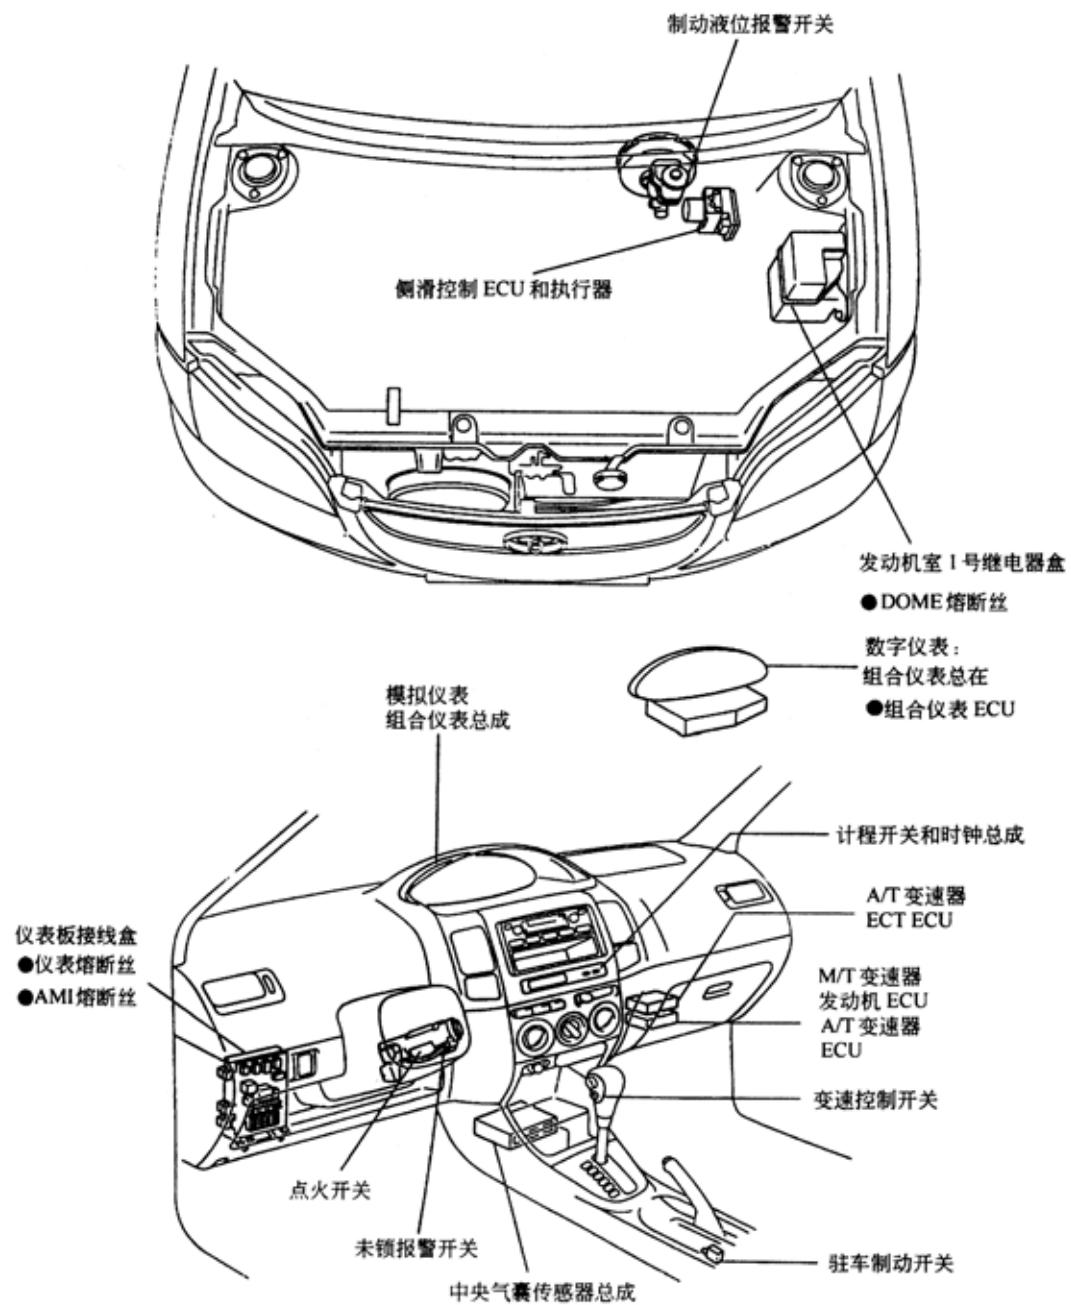
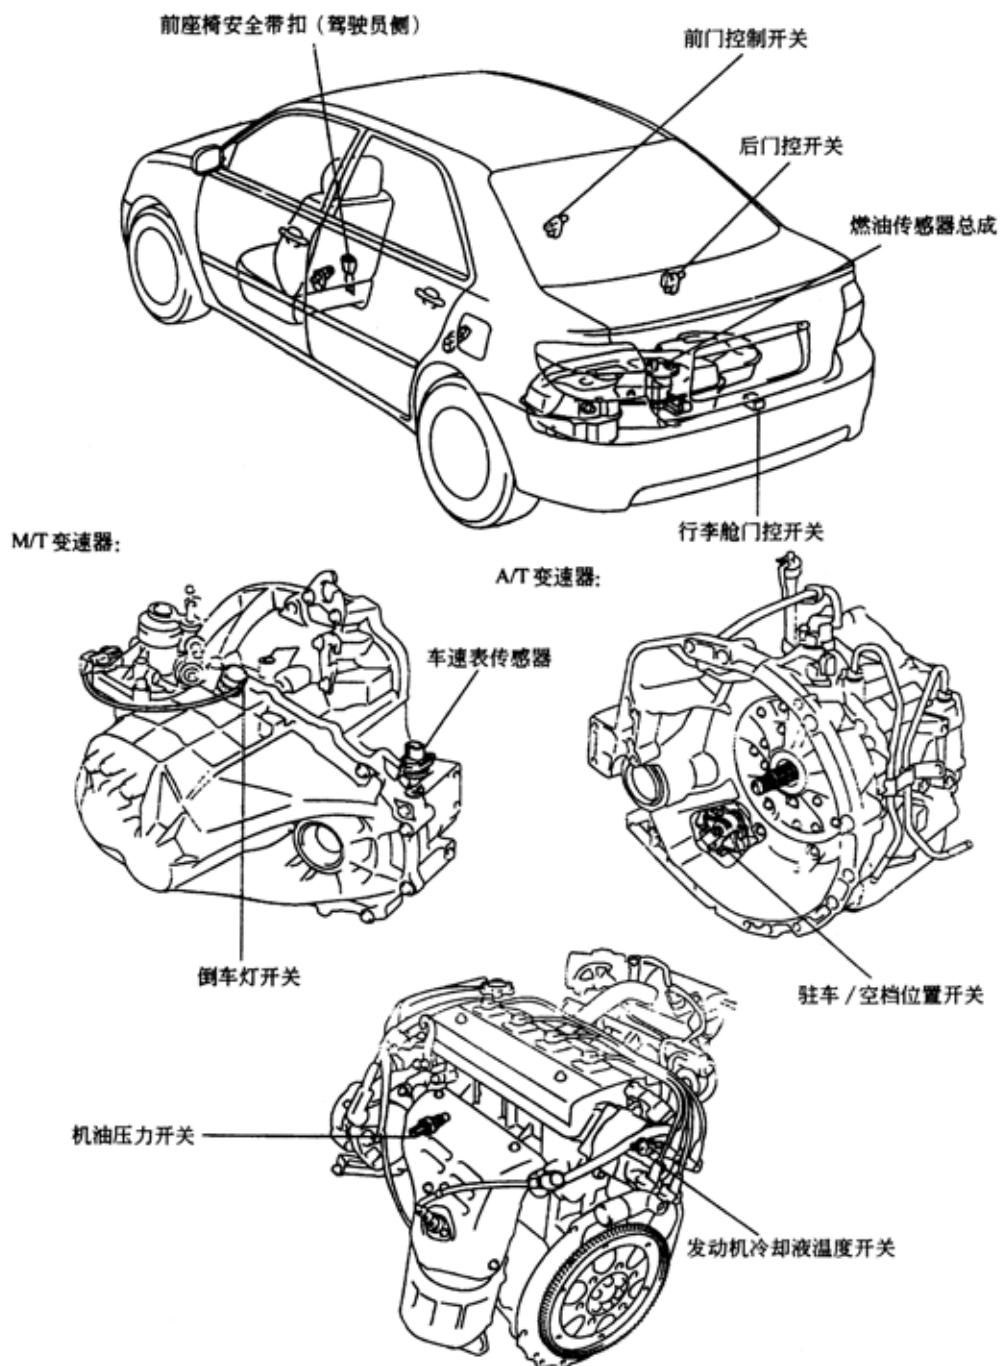

图 9-58
图 9-59
- 1)组合仪表组件位置布置,如图 9-58、如图 9-59 所示。